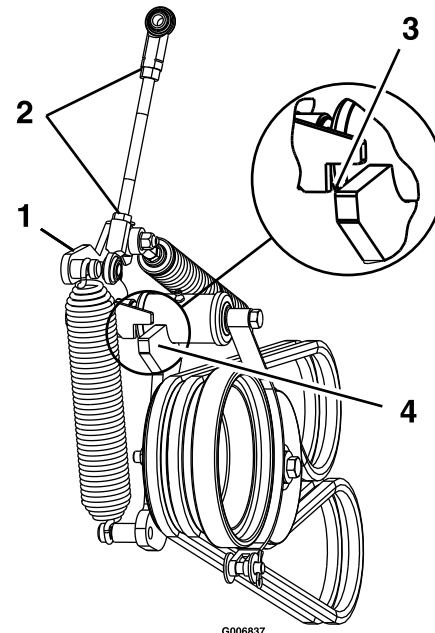

Figura 60
12. Desaperte as porcas de retenção e ajuste a ligação até que o topo do braço intermédio esteja alinhado com o fundo do entalhe no braço de tensão como se mostra na Figura 60.